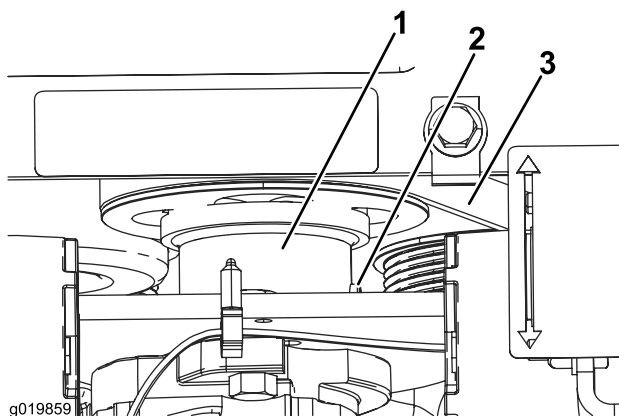

Figura 52
5. Desaperte o parafuso de afinação no acoplador de acionamento da bomba (Figura 52).
6. Afaste o acoplador da polia (Figura 52).